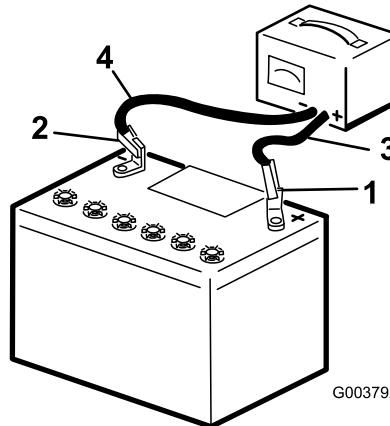

Рисунок 39
2. Заряжайте аккумулятор в течение 10-15 минут током 25-30 Ампер, или 30 минут током 4-6 Ампер (Рисунок 39). Не допускайте избыточного заряда аккумулятора.